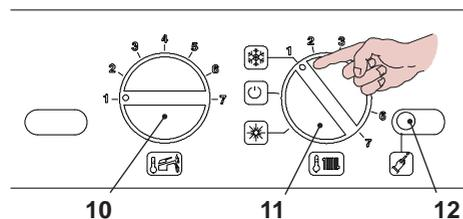
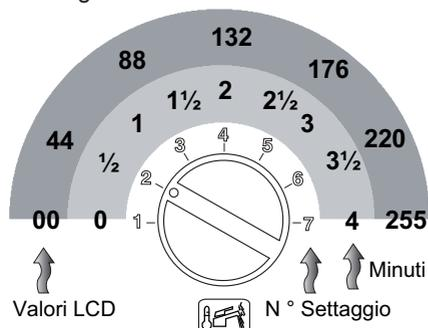

Fig. 5.48
Fig. 5.52
- Prima di alimentare elettricamente la caldaia posizionare le manopole 10 e 11 come indicato in Fig. 5.48.
- Per settare il tempo di postcircolazione della pompa bisogna entrare nella programmazione premendo per 15 secondi il pulsante di ripristino 12, in Fig. 5.48 fino alla comparsa del parametro **P01** sul display LCD; sul display LCD compare la seguente visualizzazione (la sequenza **P01** si alterna -- -- --).
Premere il pulsante di ripristino 12 in Fig. 5.48 per lo scorrimento dei vari parametri sino al raggiungimento del parametro **P11** valido per il settaggio postcircolazione della pompa; sul display LCD compare la seguente visualizzazione (la sequenza **P11** si alterna **44**).
Per cambiare il settaggio ruotare la manopola di regolazione temperatura sanitari 10 in Fig. 5.48 e posizionarla sul tempo prescelto Fig. 5.52 .
Il passo del settaggio della manopola 10 Fig. 5.52 corrisponde a un valore letto sul display LCD di circa 44 (40 secondi) e questo valore può essere variato fino a circa 255 (4 minuti); nell'LCD la sequenza P11 si alterna con 60.